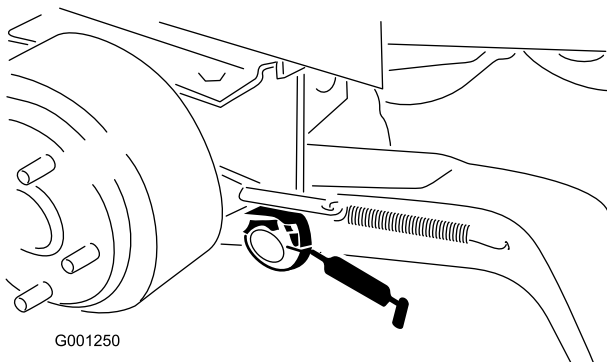

Bild 38
- Büchsen des Hubarmgelenks (Bild 38)